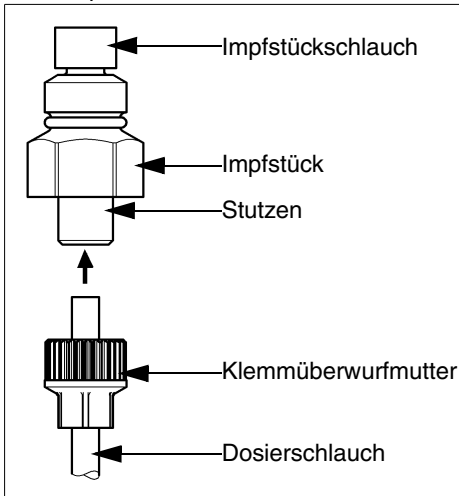

Abb. 13: Impfstück
- Falls erforderlich, Dosierschlauch kürzen (siehe Abb. 13).